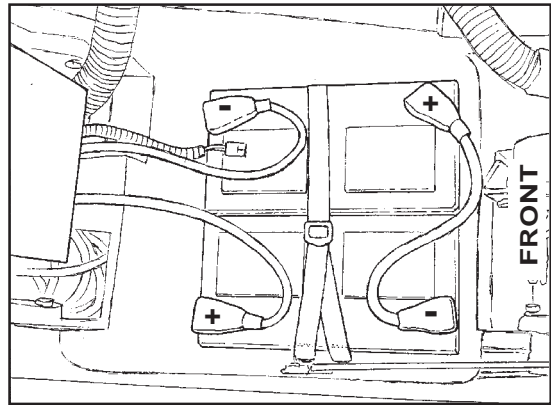

Abb. 11
9. Setzen Sie die Batterien in den Batterieraum ein; siehe dazu Abb. 11.
10. Verbinden Sie die Verbindungsklemme der Batterieeinheit mit der Verbindungsklemme am Bedienpanel. Siehe Abb.11.